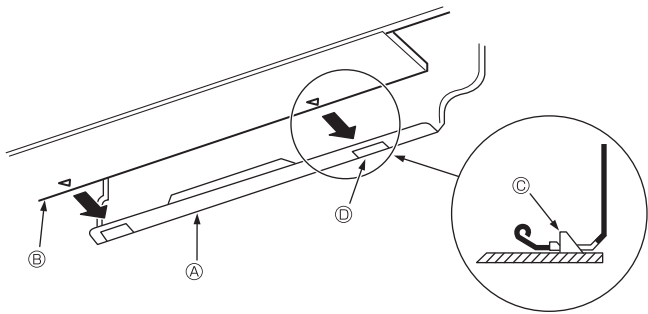

Fig. 3-15
- 3. 在将制冷剂管和排水管插入墙壁通孔 (通管) 的同时, 将室内机组的上部挂到安装板 ① 上。
- 5. 将室内机组的下部压到安装板 ① 上以挂牢。(Fig. 3-15)
- * 检查确认室内机组底部的突块牢固勾入安装板 ①。
- ① 安装板
- ② 室内机组
- ③ 钩子
- ④ 方孔